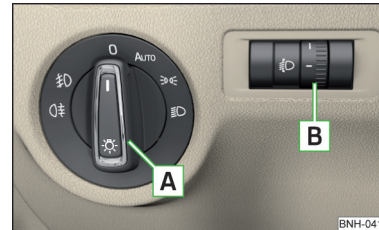

Abb. 39
Bei Fahrzeugen mit Rechtslenkung weicht die Anordnung der Bedienungselemente zum Teil von der in » Abb. 39 auf Seite 59 gezeigten Anordnung ab. Die Symbole, die die einzelnen Stellungen der Bedienungselemente markieren, sind identisch.
Ausstattungsabhängig kann der Lichtschalter **A** » Abb. 39 in die folgenden Stellungen bewegt werden.
Durch Drehen des Drehreglers **B** » Abb. 39 aus der Stellung **—** in **3** wird die Leuchtweitenregulierung allmählich angepasst und dadurch der Lichtkegel verkürzt.
- ✓ Der Lichtschalter befindet sich in der Stellung 0 oder **AUTO** » Abb. 39 auf Seite 59.